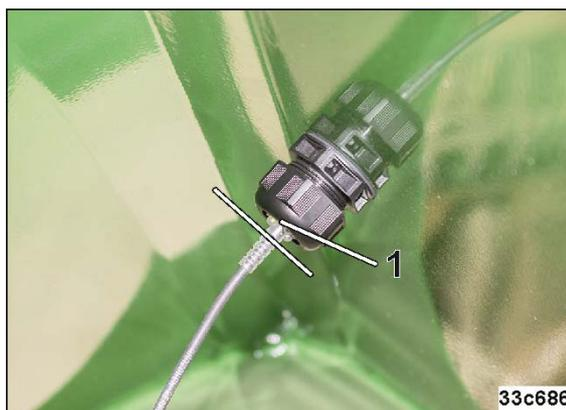

Fig. 142
4. Füllstandssensor so weit in die Aufnahme stecken, bis der Kabelausgang bündig in der Aufnahme steckt (Fig. 142/1).